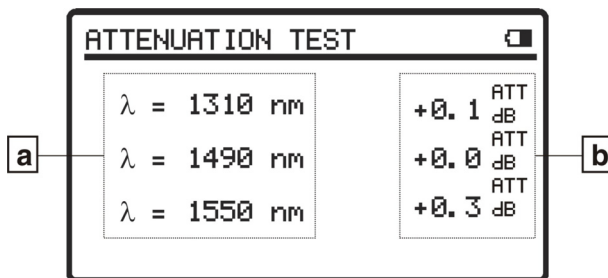

Figure 6.- Écran ATTENUATION TEST.
- 3.- Appuyez sur **SEL**  [4] ou **CONFIG**  [2] pour entrer à la fonction (voir figure 6).